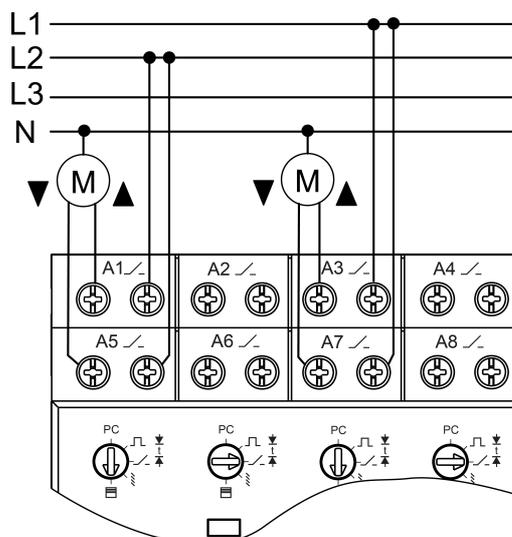

Figure 5: Exemple de raccordement des charges de store
- Raccordement des charges selon l'exemple de raccordement des charges de store (figure 5).